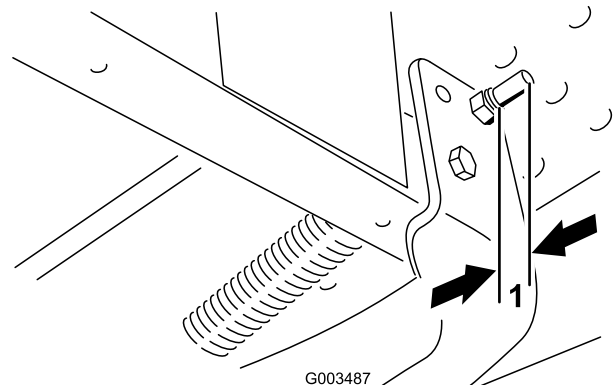

Figure 19
3. Serrez les contre-écrous de fixation des tiges de ressort jusqu'à ce que 6 à 13 mm de filetage soient visibles pour appliquer la tension au ressort (Figure 19).